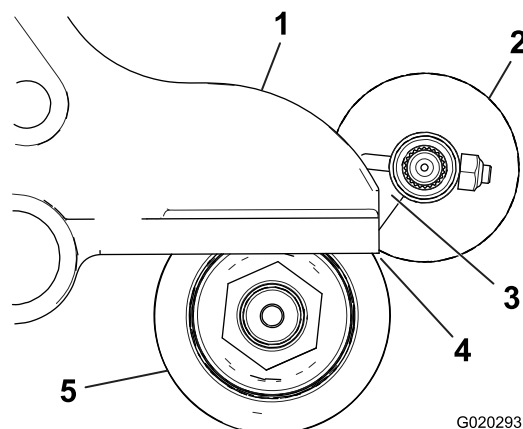

**Figura 8**
1. Allentate i 2 bulloni che fissano l'alloggiamento del cuscinetto della spazzola per rullo alla staffa di montaggio della spazzola per rullo (Figura 8).